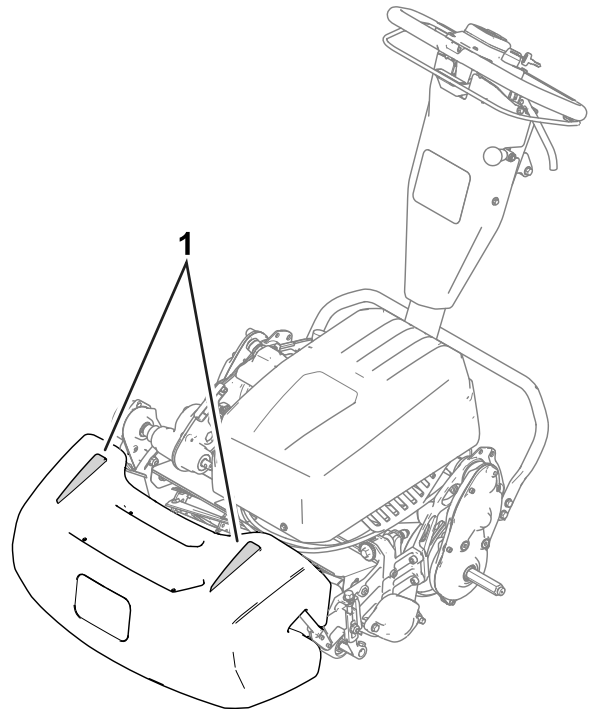

Bild 29
- Verwenden Sie die Ausrichtungstreifen am Grasfangkorb (Bild 29), damit Sie in einer möglichst geraden Linie über die Grünfläche fahren und einen gleichmäßigen Abstand zum zuvor gemähten Rasenstück einhalten.